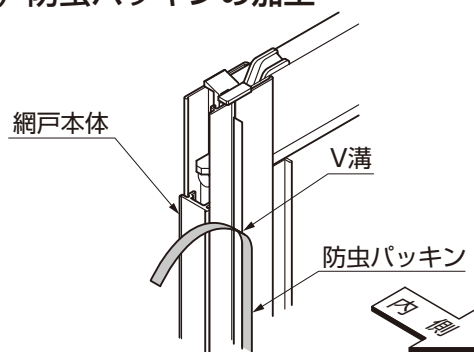

図1-10
- 網戸閉鎖時に内側に見える防虫パッキンは必要に応じてV溝の位置で裂いてください。(図1-10参照)